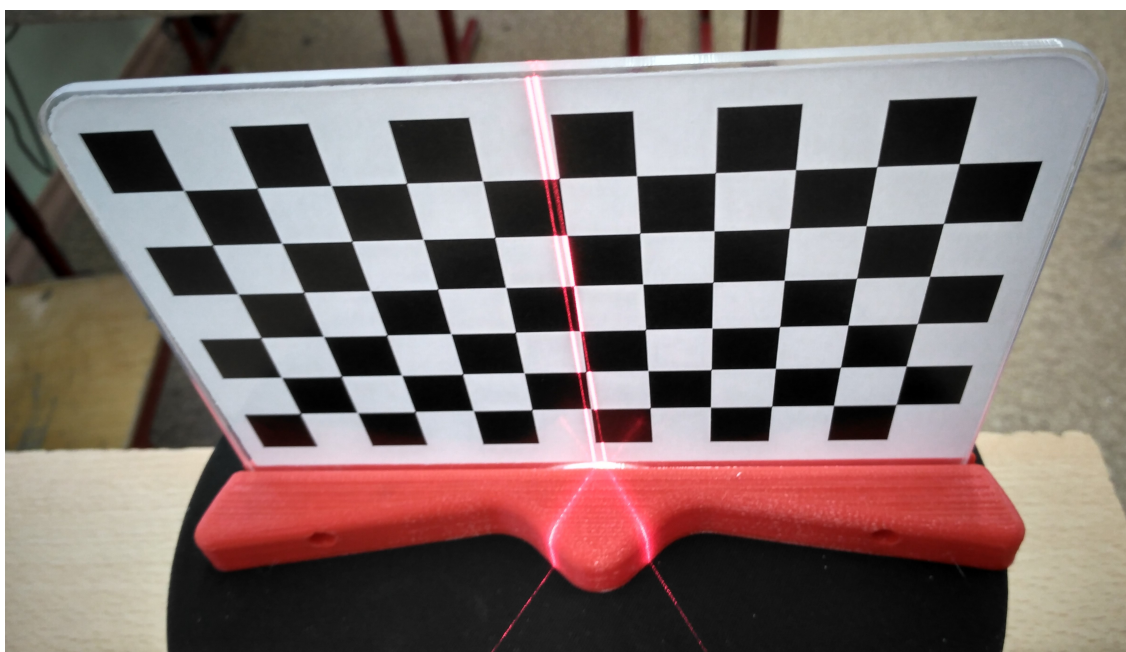

Рис. 29
3. В списке слева щелкнем мышью на строке **Laser Control** – развернется панель управления лазерами с двумя кнопками: **Left** и **Right**. Нужно поочередно нажать обе и включить оба лазера – они должны дать два луча в виде тонких полосок. Теперь нужно поставить на столик нашу настроечную таблицу и по ее квадратам, поворачивая лазеры в их гнездах, установить соответствующие полоски лучей строго вертикально, и окончательно затянуть крепящие лазеры винты. Затем – поставить настроечную таблицу посередине столика и аккуратно чуть-чуть подгибать или раздвигать «руки циклопа», чтобы оба луча легли практически в одну вертикальную полоску (рис. 29). После этого нажатым на кнопки **Left** и **Right** выключаем лазеры (либо через какое-то время они отключаются сами).